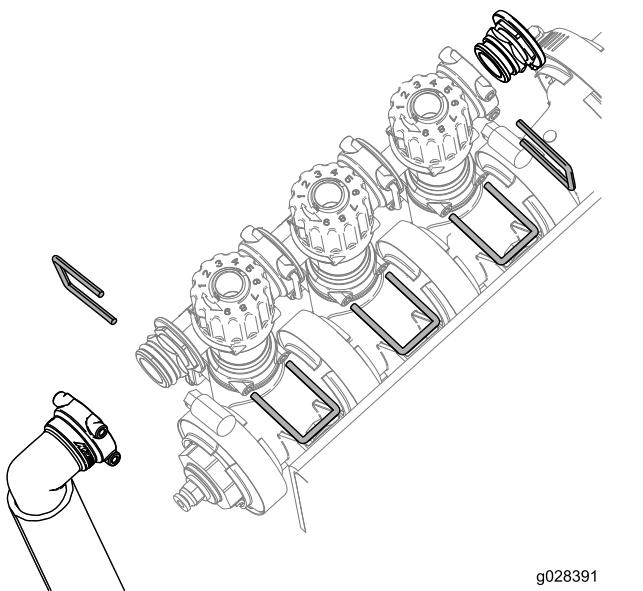

Рисунок 4
3. Снимите держатели, которые крепят узел регулировки перепуска, торцевую крышку, штуцер со шлангом в сборе, как показано на Рисунок 4.